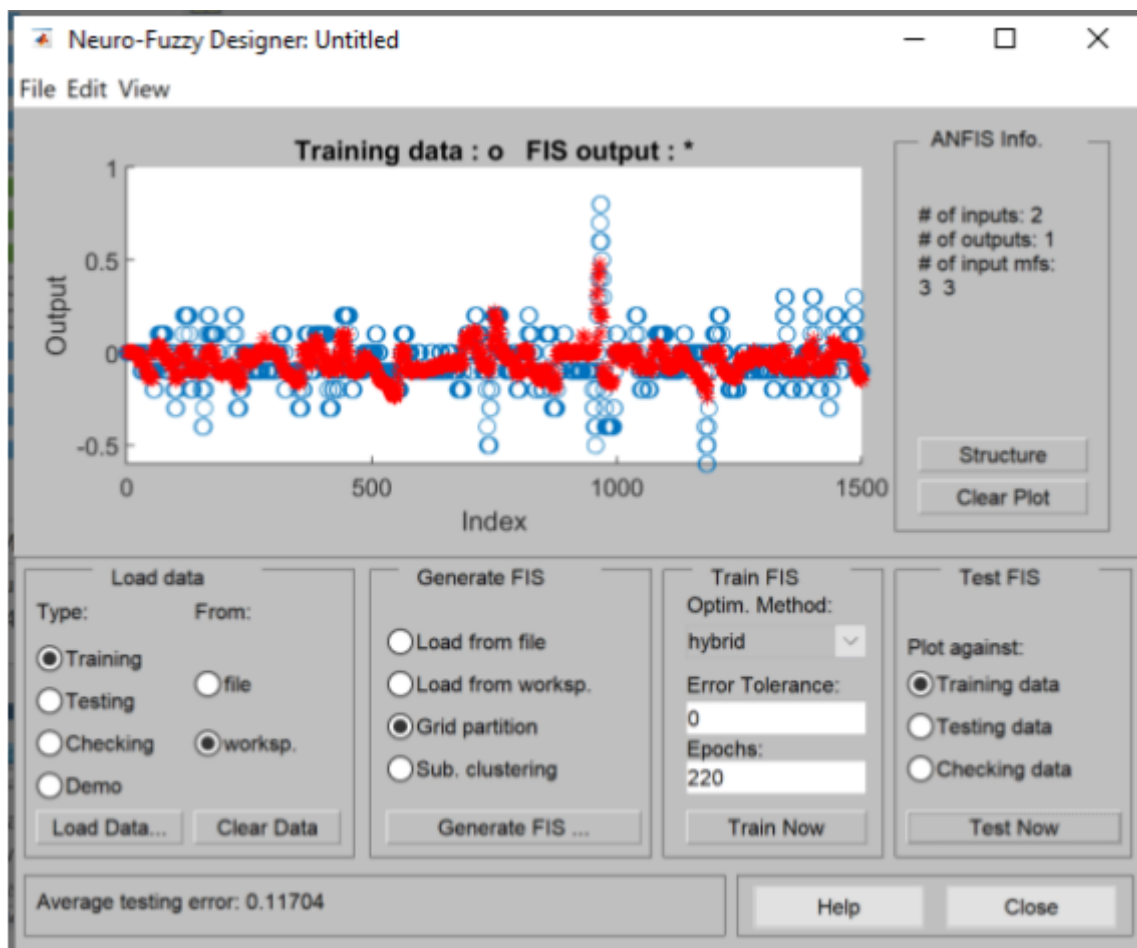

Figura 38. Resultado final del entrenamiento angular.
5. Comprobar el controlador generado. El resultado final del entrenamiento es el de la Figura 38.